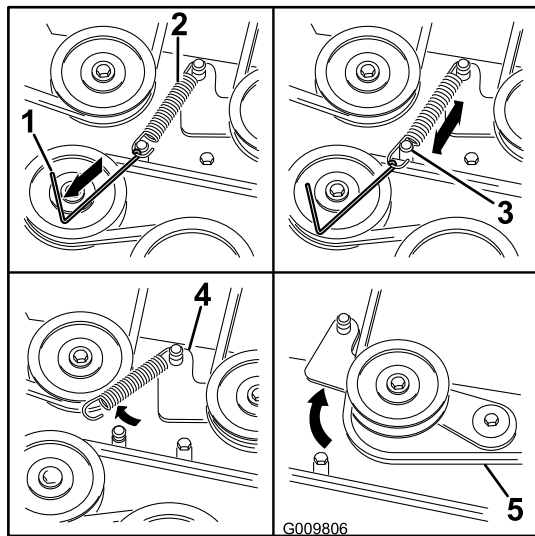

Figura 73
6. Usando una herramienta para la retirada de muelles (Pieza Toro N° 92-5771), retire el muelle tensor del espárrago de la carcasa para eliminar la tensión de la polea tensora (Figura 73).
9. Pase la correa nueva alrededor de las poleas del cortacésped y de la polea del embrague, debajo del motor (Figura 73).
10. Usando una herramienta para la retirada de muelles (Pieza Toro N° 92-5771), instale el muelle tensor sobre el espárrago de la carcasa y tense la polea tensora y la correa (Figura 73).